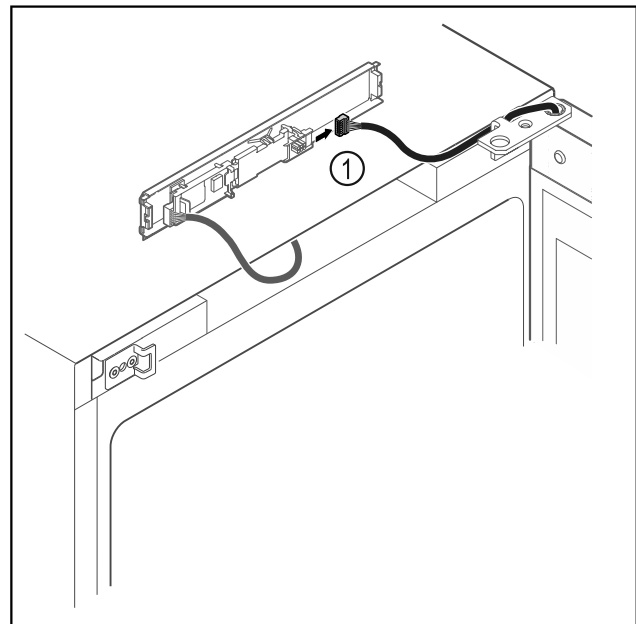

Fig. 16
- ▶ Scollegare il connettore Fig. 16 (1) dalla scheda.